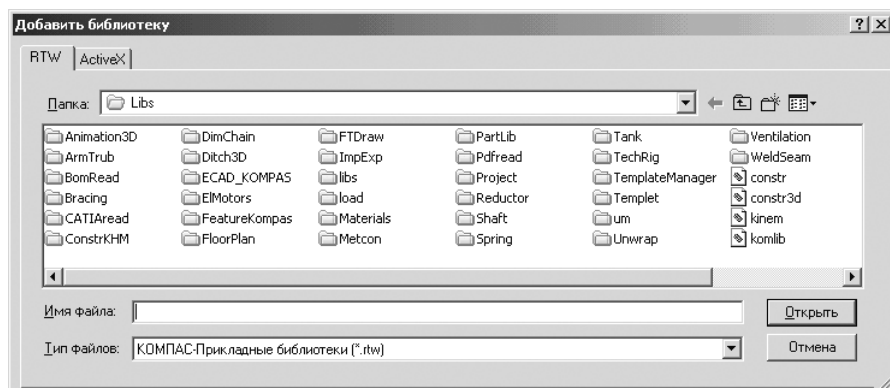

Рис. 1.3. Диалоговое окно **Добавить библиотеку** с открытой вкладкой **RTW** и папкой **Libs**
- щелкните во всплывающем меню по пункту **прикладной библиотеки**. Появится диалоговое окно **Добавить библиотеку** с открытой вкладкой **RTW** и папкой **Libs**, показанное на рис. 1.3;